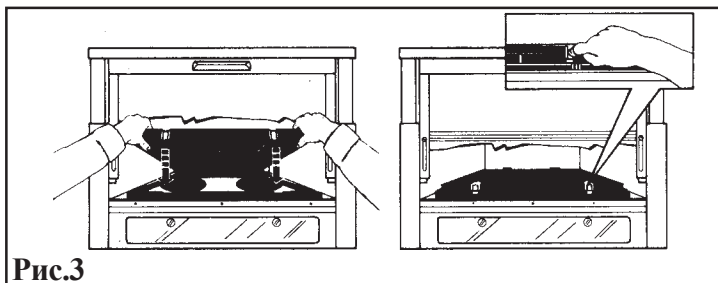

Рис.3
5. Повернув новый угольный фильтр двумя красными зажимами вниз, двигайте его вверх в зажимы рамы и установите его в раму, **рис. 3**.